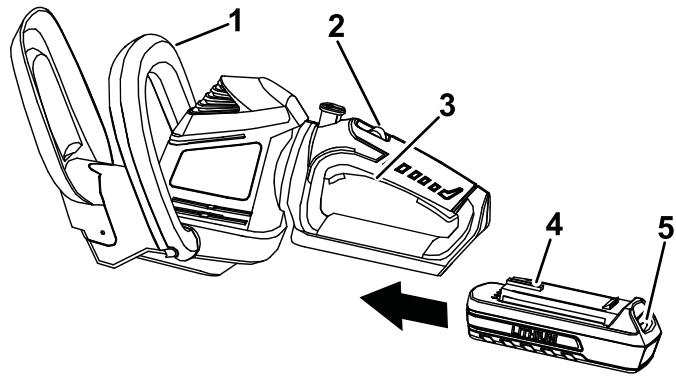

Figure 2
2. Alignez la languette de la batterie sur le creux dans le corps de la poignée (Figure 2).
3. Saisissez la poignée d'actionnement (Figure 2).
- Placez une main sur la poignée d'actionnement. Placez l'autre main sur la poignée auxiliaire (Figure 2).
- Poussez le commutateur de verrouillage en arrière, vers vous, et serrez la poignée d'actionnement pour mettre le taille-haie en marche (Figure 2). Le taille-haie fonctionne tant que vous serrez la poignée d'actionnement. Vous pouvez relâcher le commutateur de verrouillage lorsque le taille-haie a démarré (Figure 2).
- Relâchez la poignée d'actionnement (Figure 2).